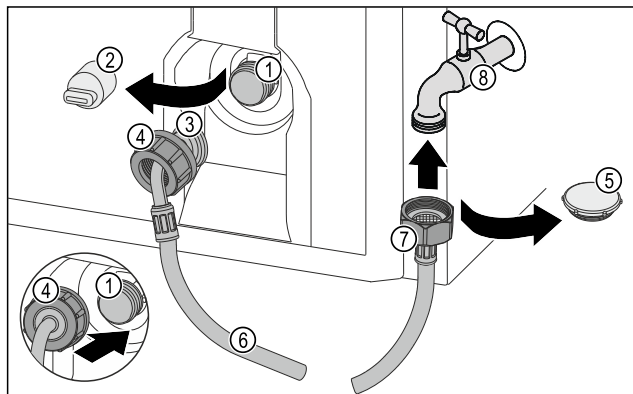

Fig. 15
- Uzavírací víčko Fig. 15 (5) odstraňte.
- Rovný konec hadice Fig. 15 (7) připojte k vodovodnímu kohoutku Fig. 15 (8).
- Utáhněte matici na rovném konci hadice Fig. 15 (7) ve směru hodinových ručiček.